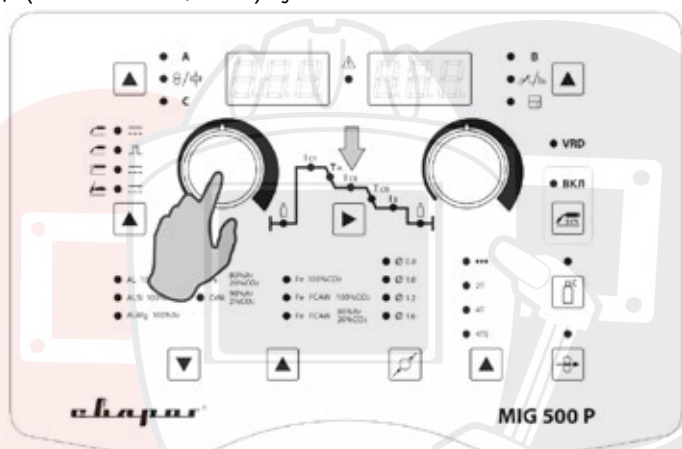

Рис. 10.1.2. Регулятор силы сварочного тока.
2. Выставьте необходимое значение силы тока (См. рис. 10.1.2). Выберите параметр на циклограмме Iсв (См. рис. 7.2.1, поз.4) кнопкой (См. рис. 7.2.1, поз. 8) и регулятором (См. табл. 7.0.2, поз. 2) выберите в зависимости от толщины свариваемого металла и диаметра покрытого электрода (См. табл. 11.7.1, 11.7.2) нужное значение силы тока.